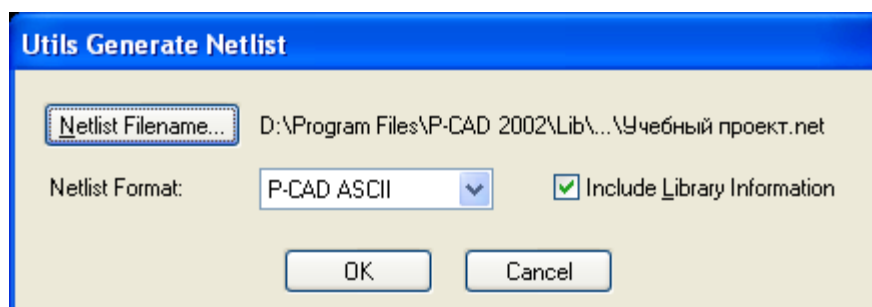

Рисунок 5.33 - Диалоговое окно *Utils Generate Netlist* (Утилита генерации списка соединений)
- Для этого в меню *Utils* выполнить команду *Generate Netlist*. В открывшемся окне нажать на панель *Netlist Filename*, которая позволяет назначить имя выходного файла. В открывшемся стандартном окне *Windows* указать папку «*Проект*» и имя файла списка соединений - «*Учебный проект*». Нажать кнопку *OK*. В открывшемся списке *Netlist Format* необходимо выбрать формат *P-CAD ASCII* (он передает атрибуты схем на ПП) и нажать кнопку *OK* (рис. 5.33). Список цепей схемы будет сохранен.